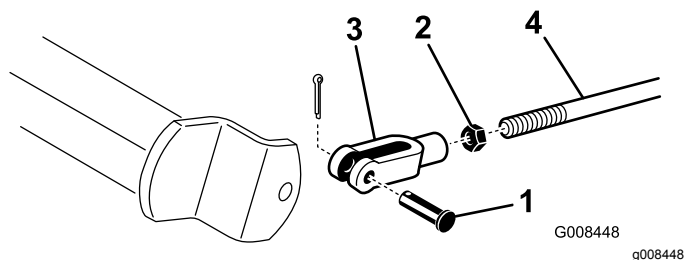

Рисунок 45
- A. Отсоедините штоки регулировки тормозов, сняв шплинт и шплинтуемый штифт (Рисунок 45).
- C. Присоедините вилку к тормозному валу (Рисунок 45).
- B. Отпустите контргайку и отрегулируйте вилку должным образом (Рисунок 45).